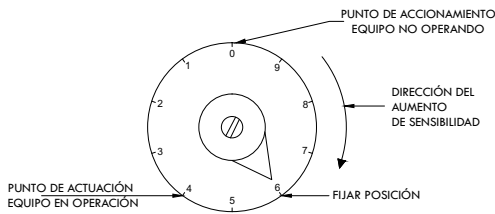

Figura A-144: Ajuste de sensibilidad
- A. Con el equipo sin funcionar, gire el tornillo de ajuste en sentido contrario a las agujas del reloj (CCW) dos vueltas y presione el botón de reinicio. A continuación, gire el tornillo lentamente en el sentido de las agujas del reloj hasta que se produzca el accionamiento. Este es el PUNTO DE VIBRACIÓN CERO, o punto de actuación para el equipo sin funcionar. El punto de actuación para el cero (sin vibración) del detector se producirá en diferentes puntos dependiendo de su orientación de montaje con respecto a la gravedad. Debe hacerse una marca con lápiz de plomo u otro medio conveniente para registrar permanentemente este “punto cero”. Las mediciones posteriores se realizan en relación con este punto. Véase la figura A-144.